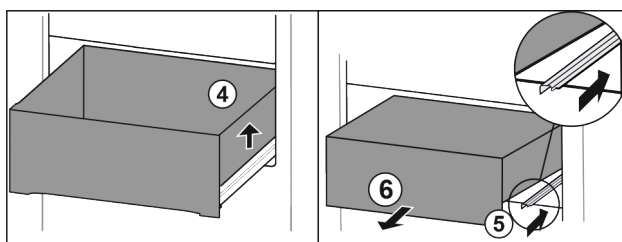

Fig. 63
- ▶ Приподнимите выдвижной ящик справа. Fig. 63 (4)